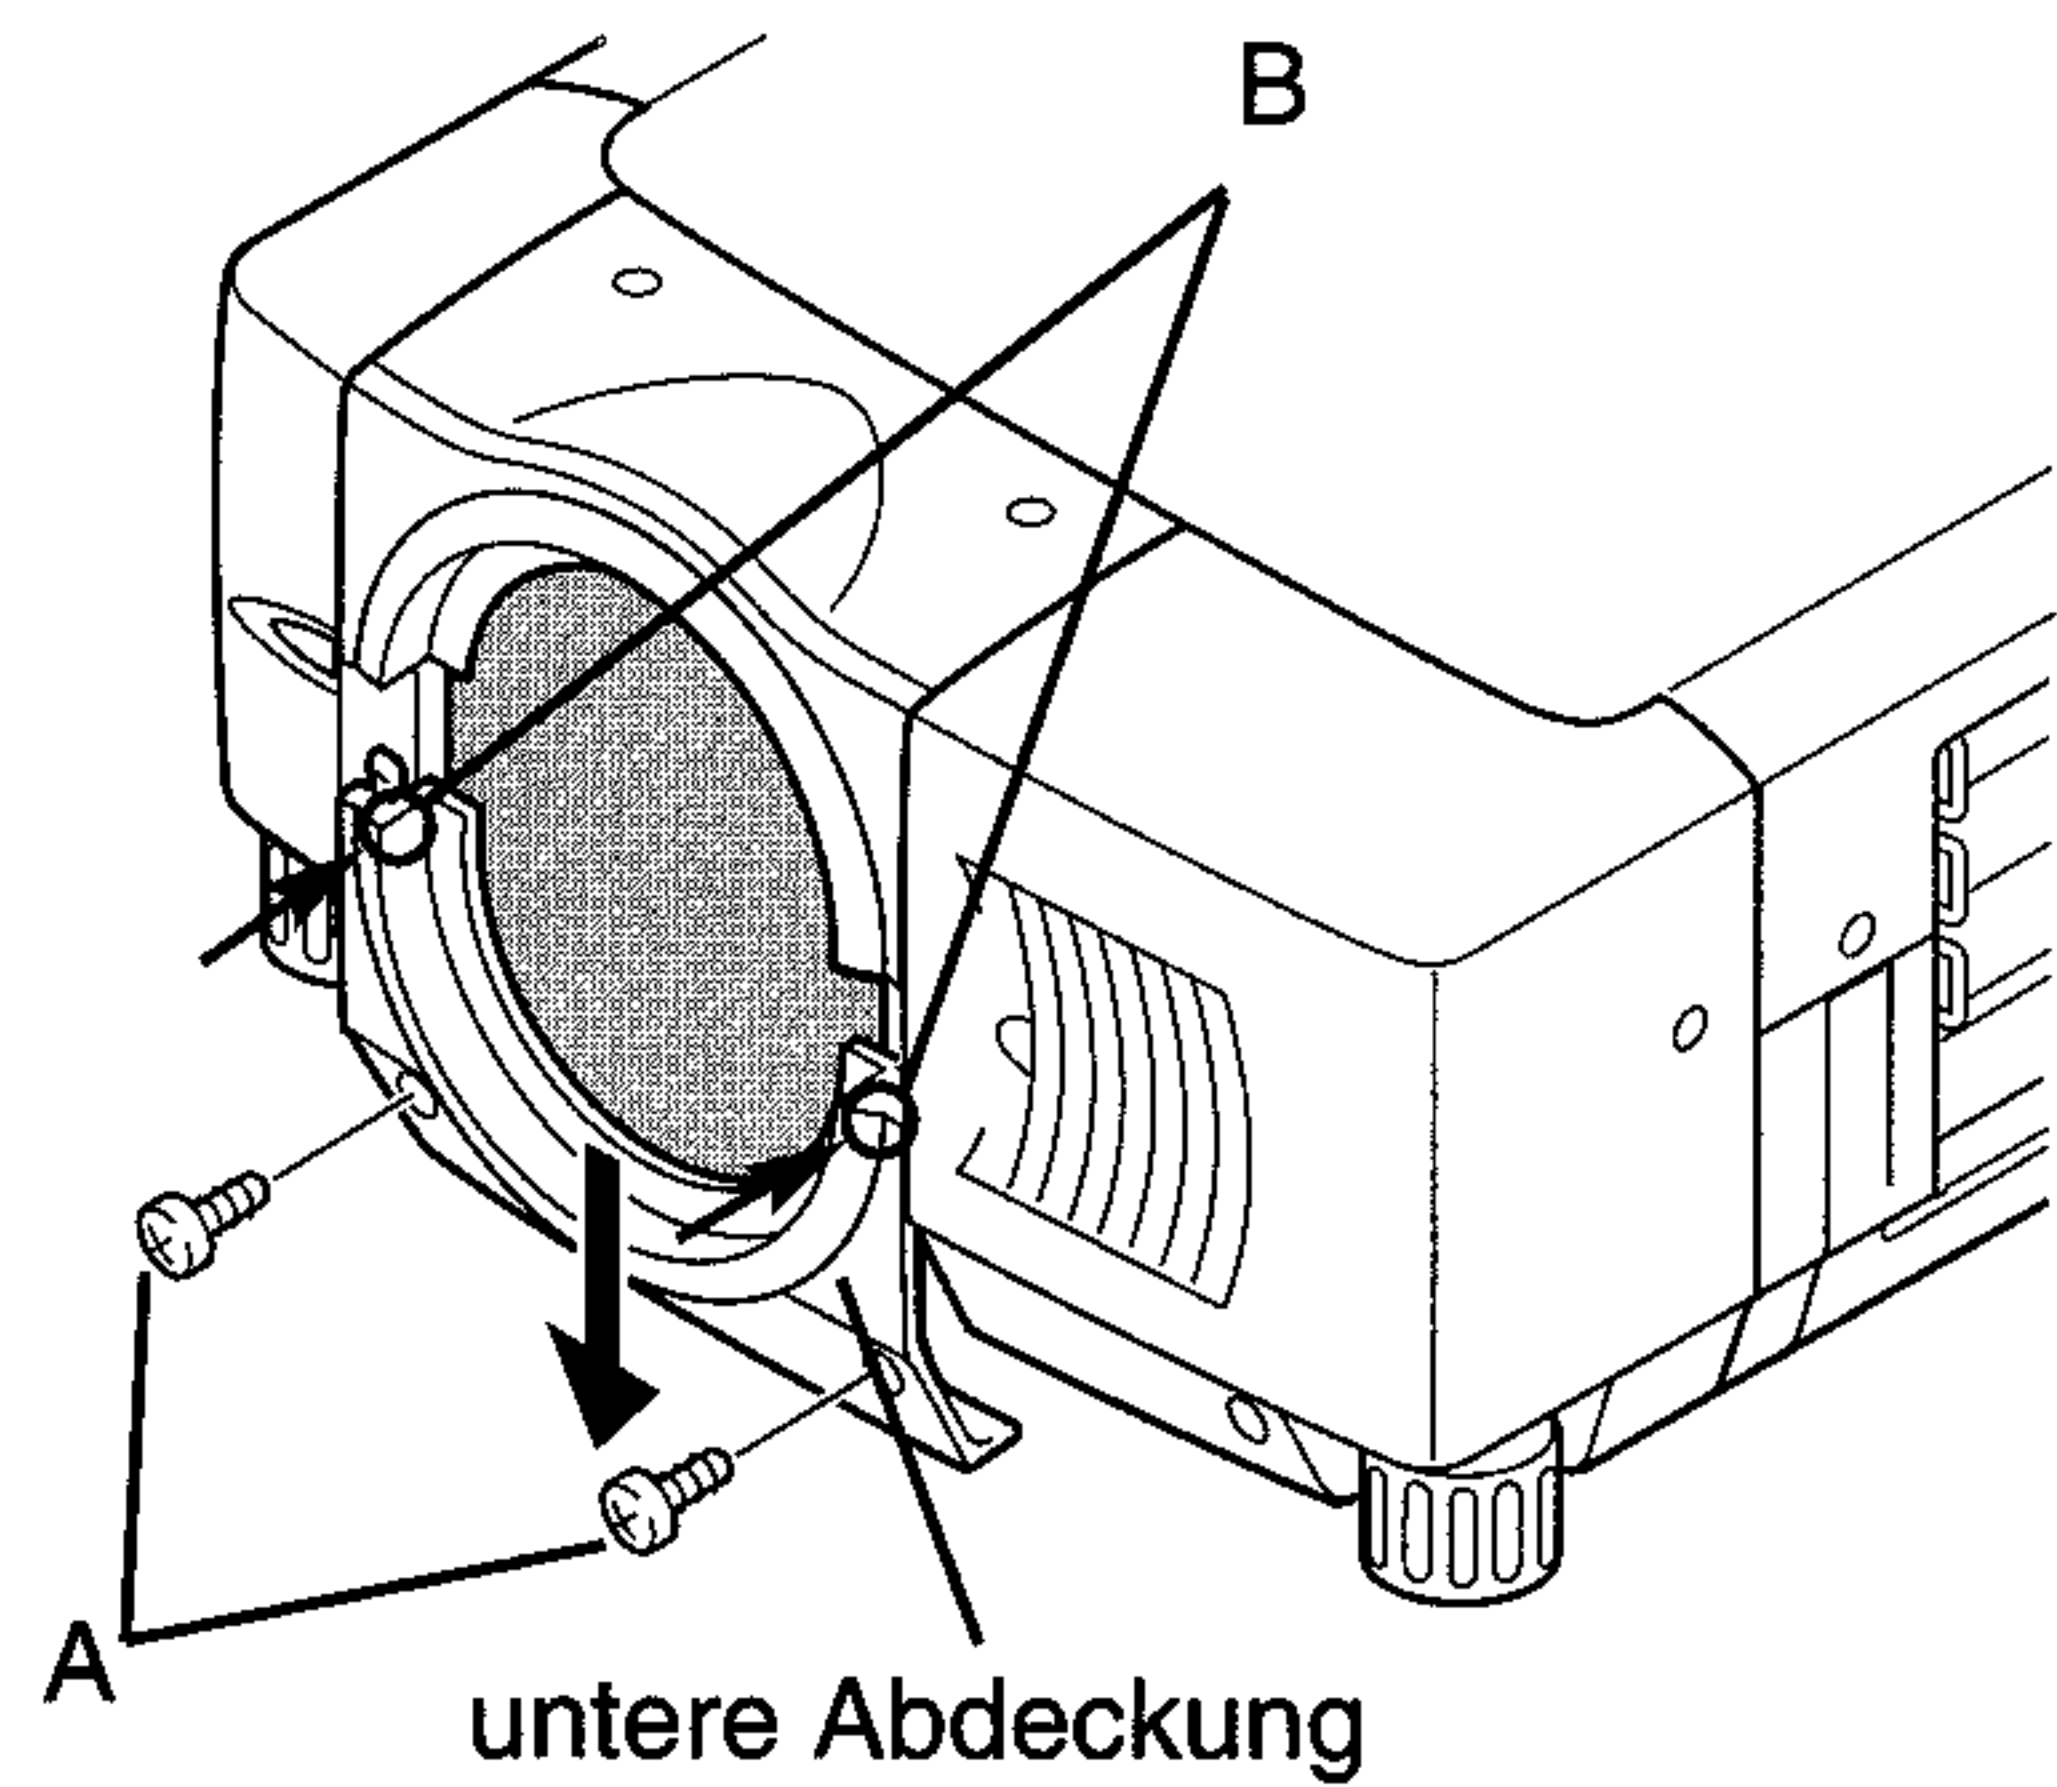
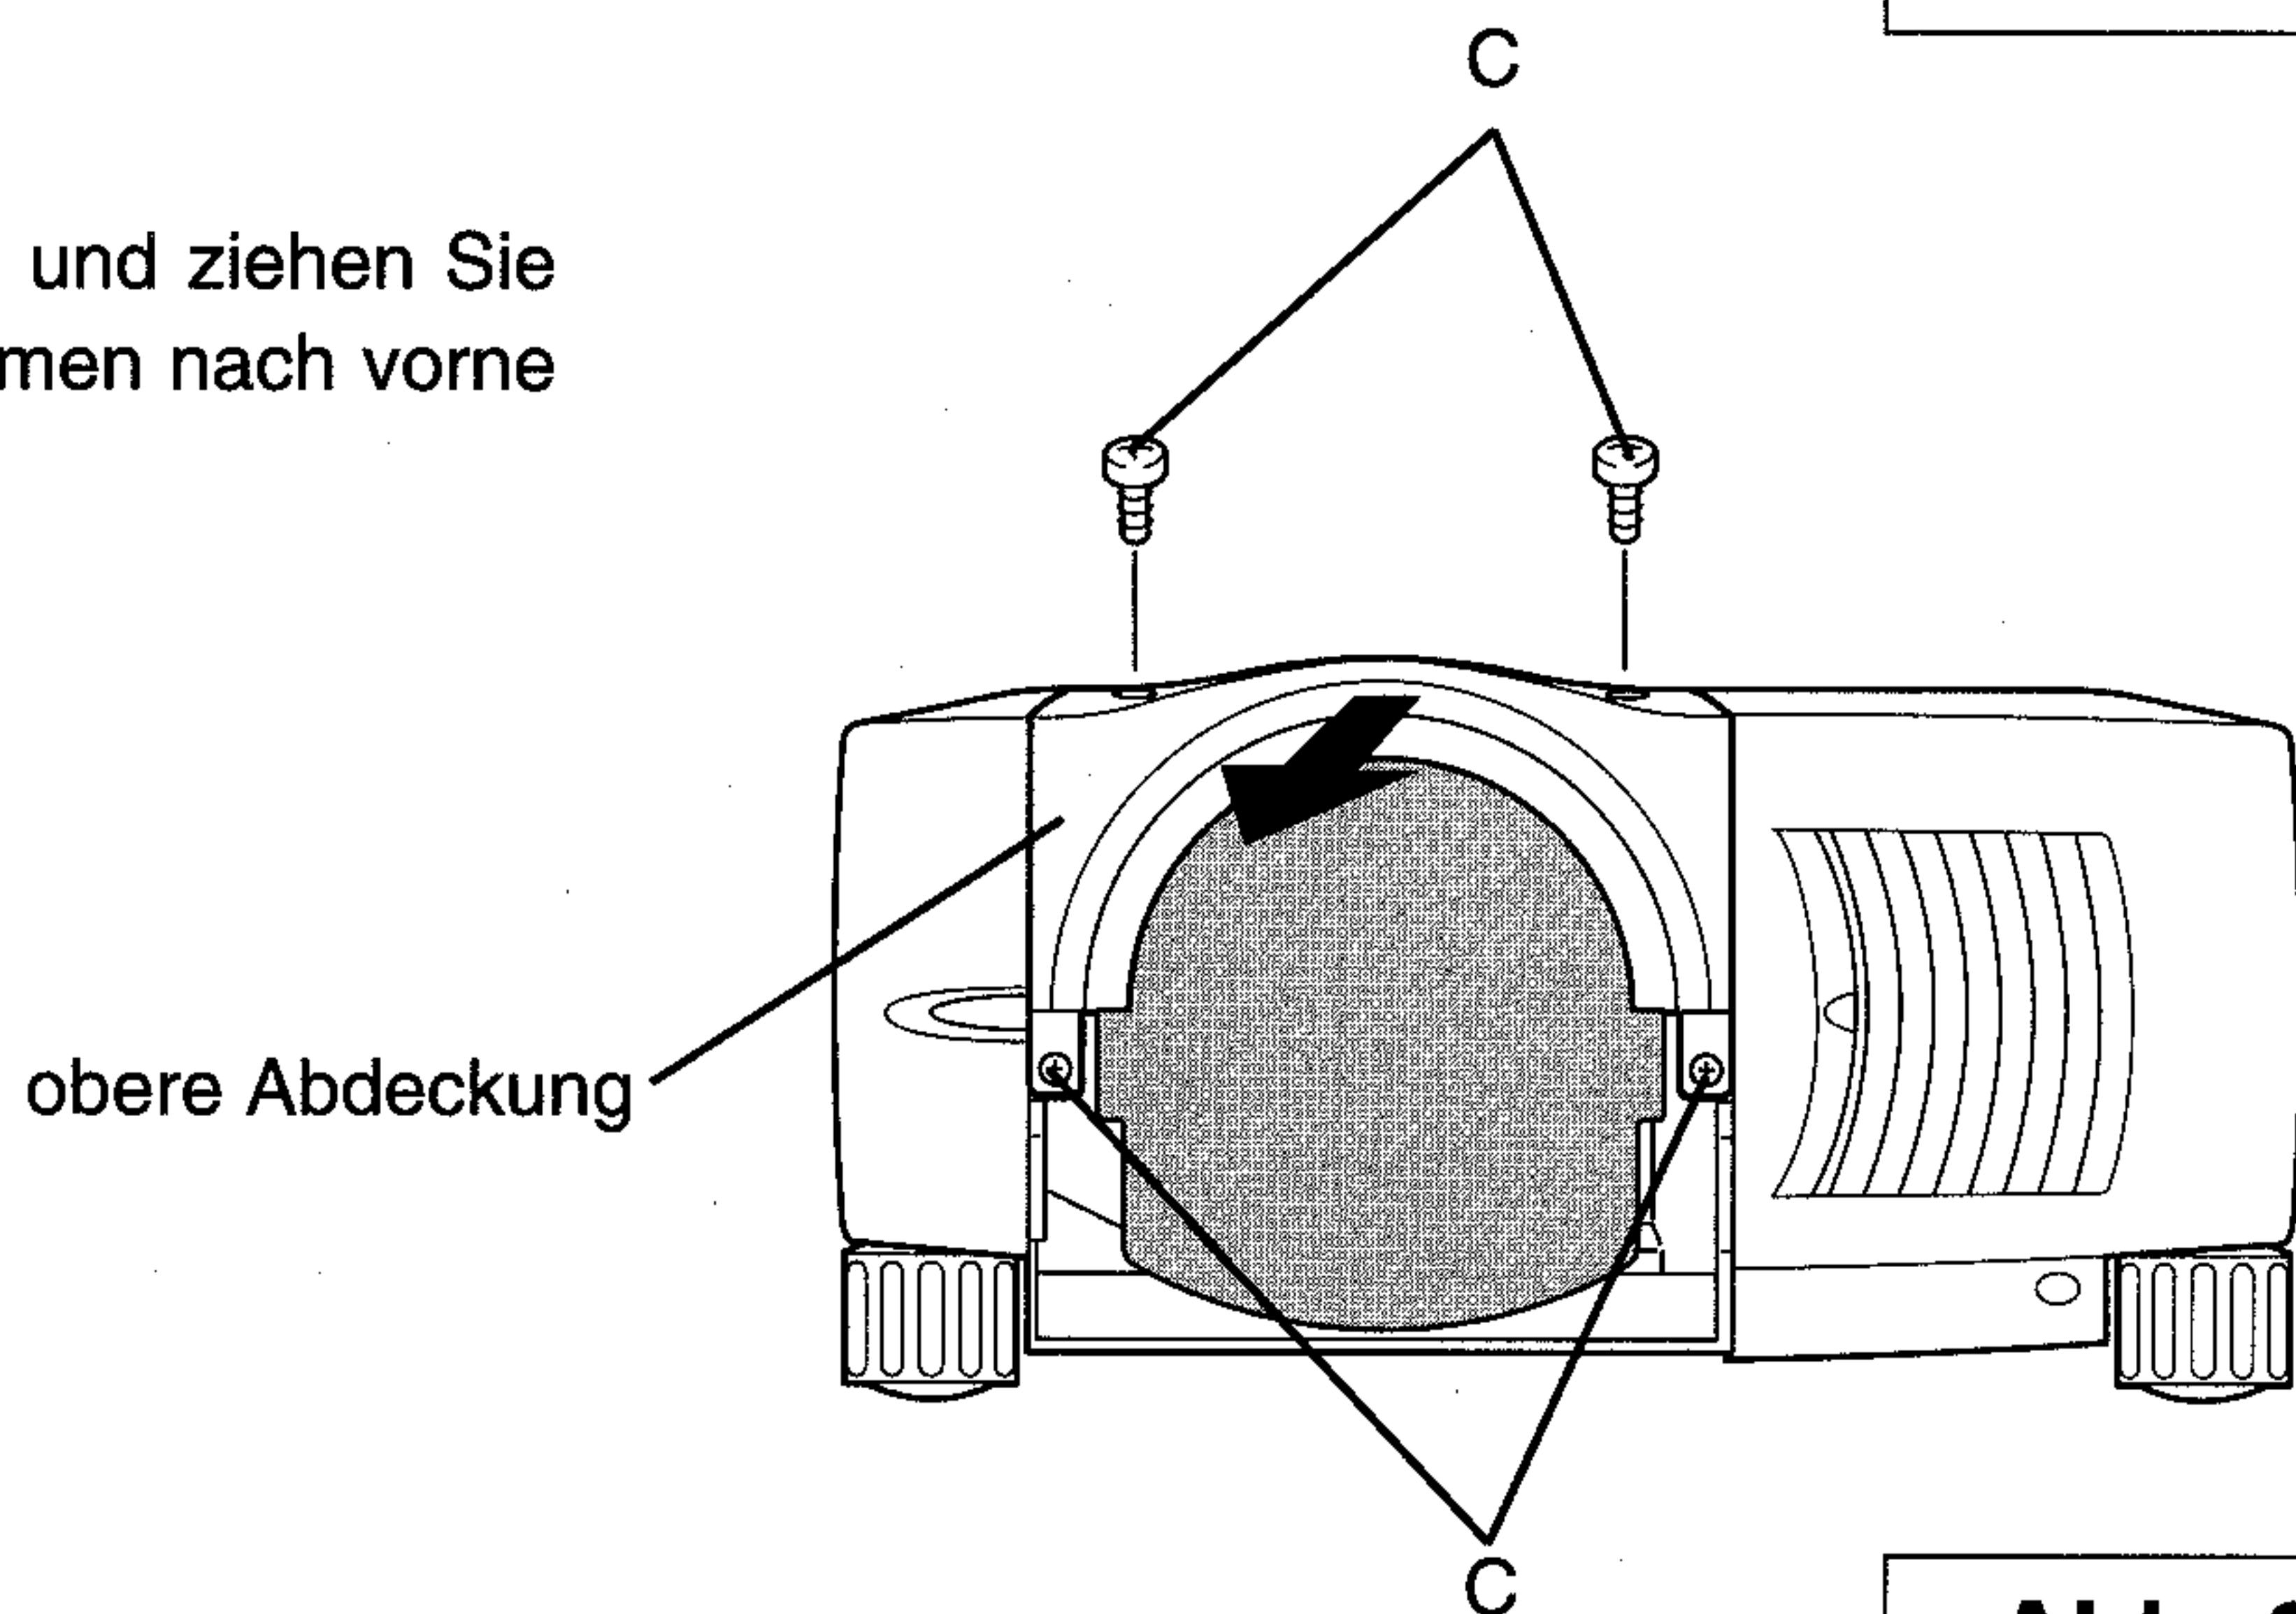
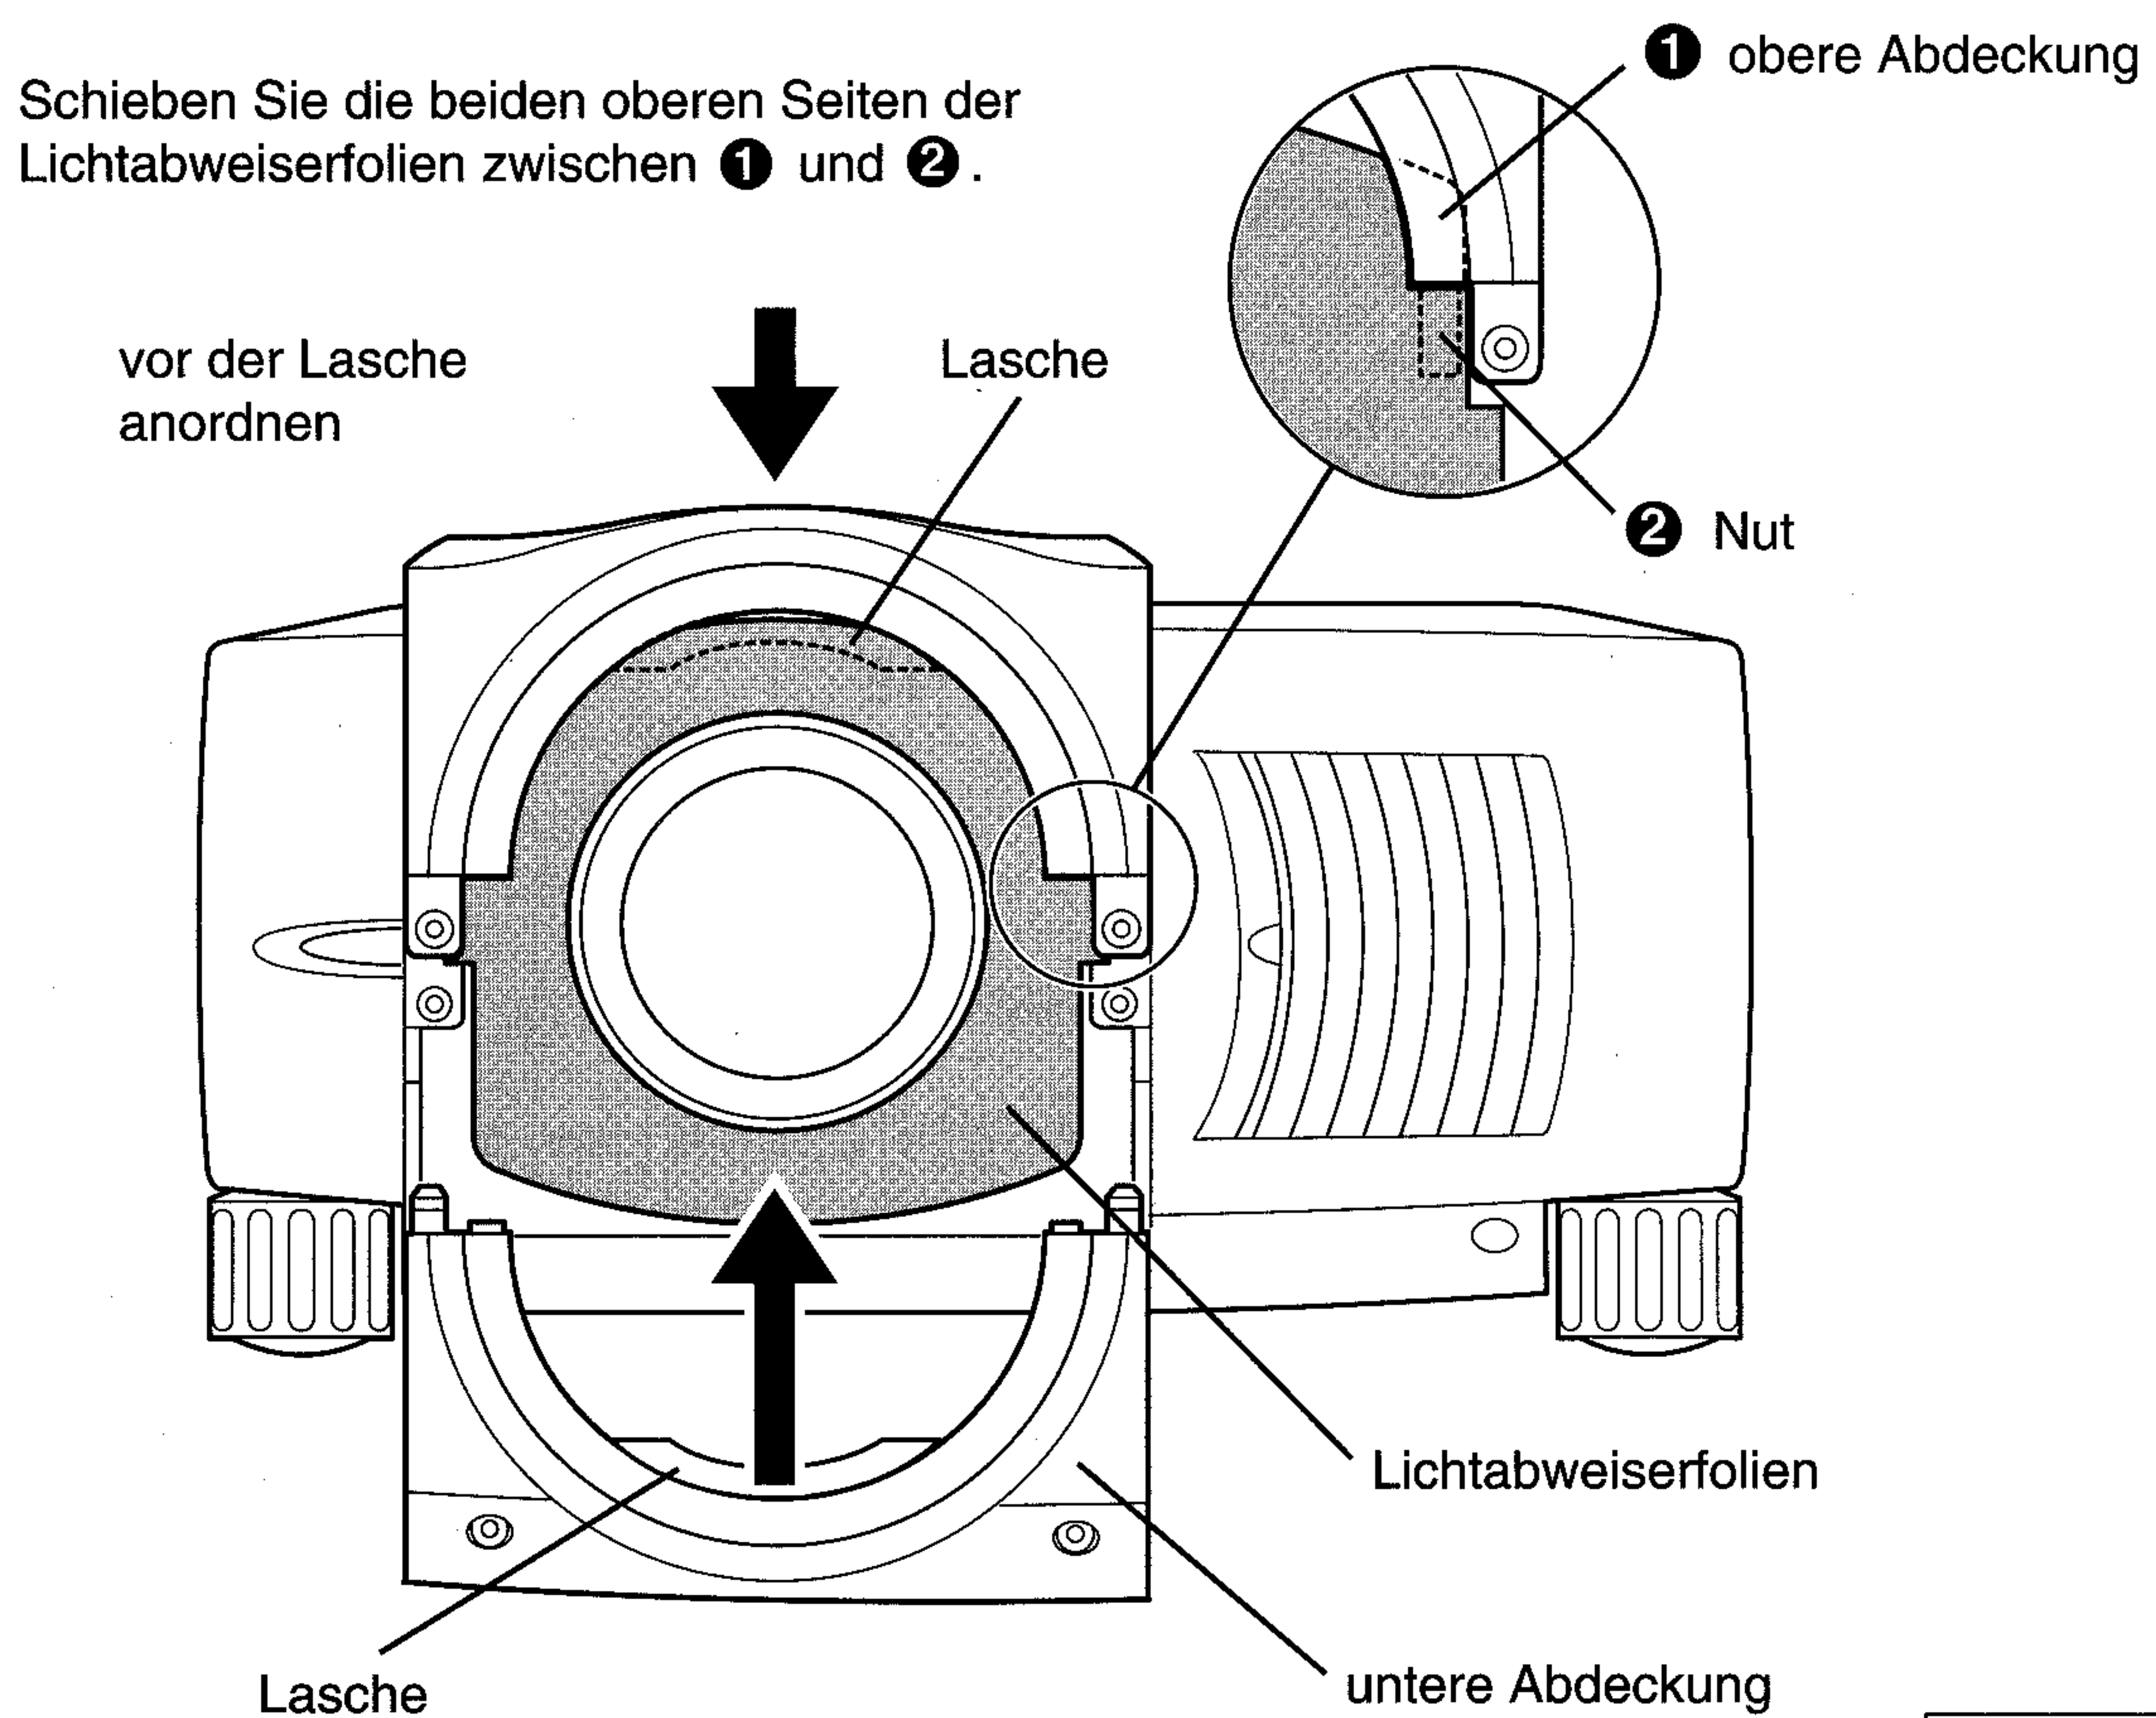

Abb. 1
Abb. 2
Abb. 9
- 1** Entfernen Sie die untere Objektivabdeckung und die 2 Schrauben A. Drücken Sie auf den Teil B und ziehen Sie die untere Abdeckung nach unten weg (Abb. 1).
- 2** Entfernen Sie die 4 Schrauben C und ziehen Sie die obere Abdeckung zum Abnehmen nach vorne (Abb. 2).
8 Bringen Sie die obere Abdeckung mit den 4 Schrauben C wieder an (Abb. 2). Außer Modelle LNS-W01, LNS-W01Z, LNS-T01 und LNS-T01Z wie folgt vorgehen. Schieben Sie die Lichtabweiserfolien in die Führung der oberen Abdeckung, so daß sie sich vor der Lasche befinden (Abb. 9).
9 Bringen Sie die untere Abdeckung mit den 2 Schrauben A wieder an (Abb. 1). Außer Modelle LNS-W01, LNS-W01Z, LNS-T01 und LNS-T01Z wie folgt vorgehen. Schieben Sie die Lichtabweiserfolien in die Führung der unteren Abdeckung, so daß sie sich vor der Lasche befinden (Abb. 9).